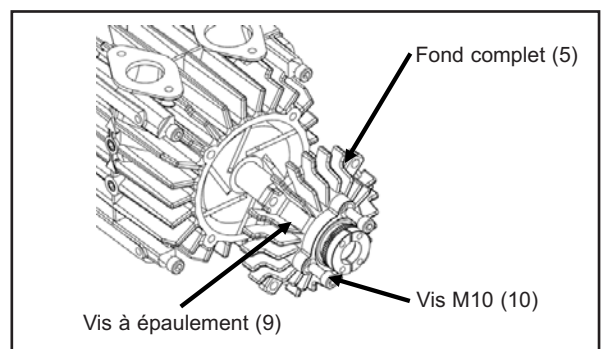

Figure 13
4. Enlevez le ventilateur (11). Inspectez les demi-bagues et le ventilateur pour vérifier l'absence de dommages et remplacez ces pièces en cas de besoin.
5. Enlevez les trois vis CHC M10 (7) du fond et la vis à épaulement M8 (9) du fond ; voir la figure 13.